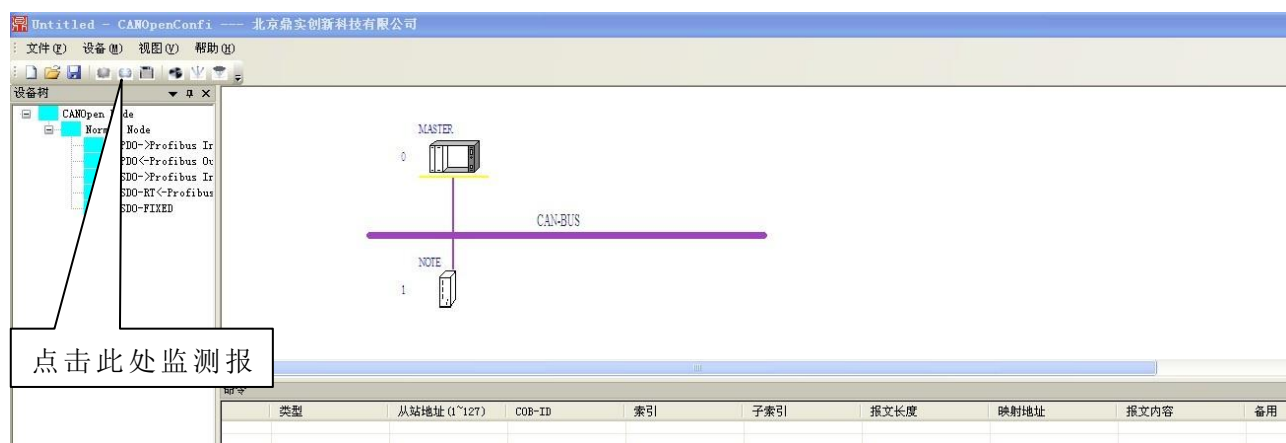

图 5-19
3、报文检测功能说明：报文检测功能是用来监测主站与从站通讯状态，当主站接收到从站发来的实时报文后相应的位置 1，否则为 0，最多可以监测 32 条。由图 5-17 和图 5-19 可知，报文检测字节为 IB13-IB16。
报文检测&固定命令：用来监测固定 SDO 报文发送情况，当从站响应主站发送的固定 SDO 命令后，相应的位置 1，最多可以监测 32 条。由图 5-17 和图 5-19 可知，报文检测&固定命令字节为 IB17-IB20。
打开 CANOpenConfi 软件，点击监测/打开 CAN，查看通讯初始化报文，如图 5-19、5-20、5-21、5-22 所示